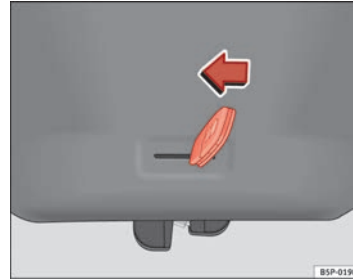

Abb. 50 Heckklappe: Notöffnung
- Den Schlüsselbart in den Schlitz stecken und das Verriegelungssystem entriegeln, indem der Schlüssel von rechts nach links in Richtung Pfeil bewegt wird ⇒ Abb. 50.